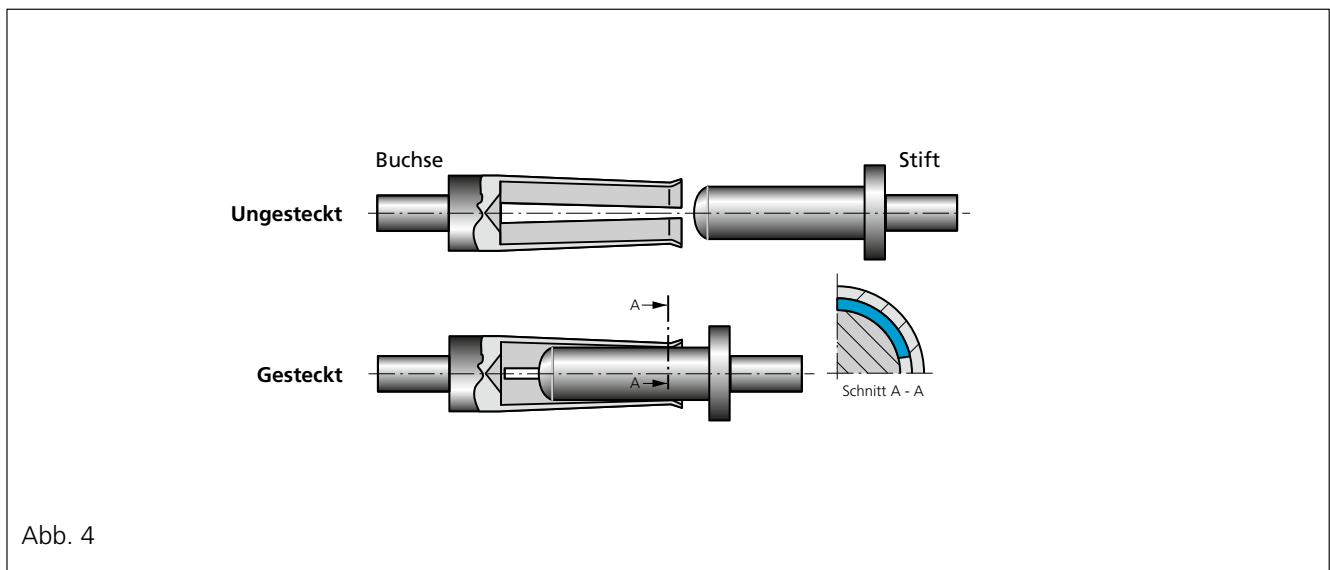

Abb. 4
**Geschlitzte Kontakte** bieten in der einfachen Form (1 Schlitz) 2 Kontaktflächen zwischen Stift und Buchse, bei 2 Schlitz-zen sind es 4 Kontaktflächen (Abb. 4).